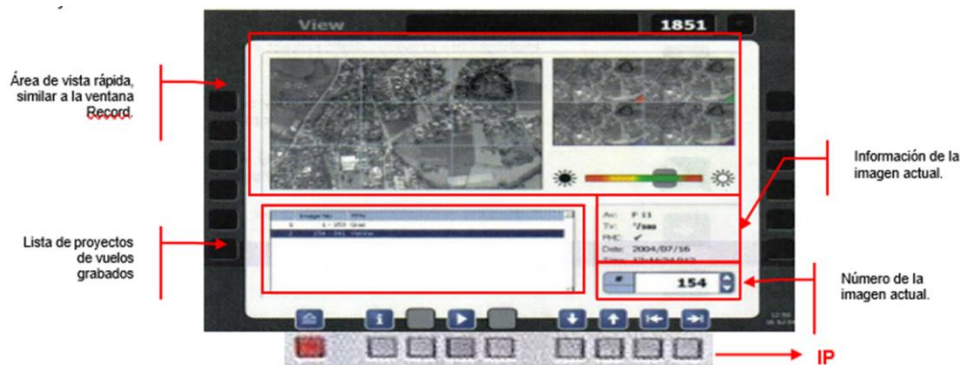

Figura 28. Ventana View
Se despliega la ventana View, con la primera imagen del primer proyecto de vuelo almacenado. Figura 28 y Tabla 19.
1. Presione en el panel de interfase (IP) el botón  y seleccione el campo de lista de proyectos de vuelos grabados, Figura 28.